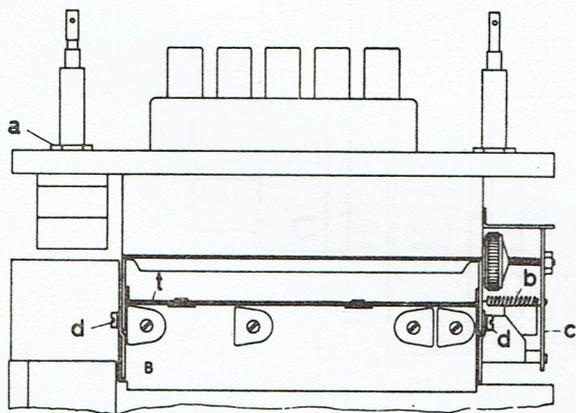

Fig. 1
1. Dévisser l'écrou (a) du potentiomètre (figure 1).
Les cames des coulisses du commutateur doivent s'emboîter dans les fentes de la cloison (t) (figure 1) et les coulisses, ainsi que les coulisses de cuivre dans les creux prévus à cet effet dans les parois latérales.